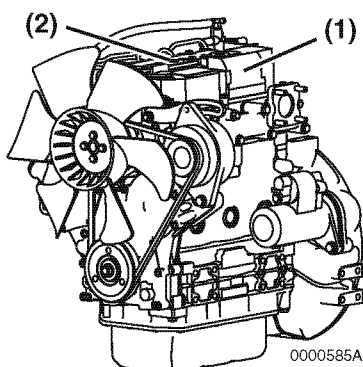

Figura 4
Figura 4 muestra la ubicación de las etiquetas regulatorias y de seguridad en los motores de modelo de inyección indirecta de la serie TNV de Yanmar.
La ubicación típica de la etiqueta de información de control de emisiones se muestra en **(Figura 4, (1))**.
La ubicación típica de la placa de identificación del motor se muestra **(Figura 4, (2))**.